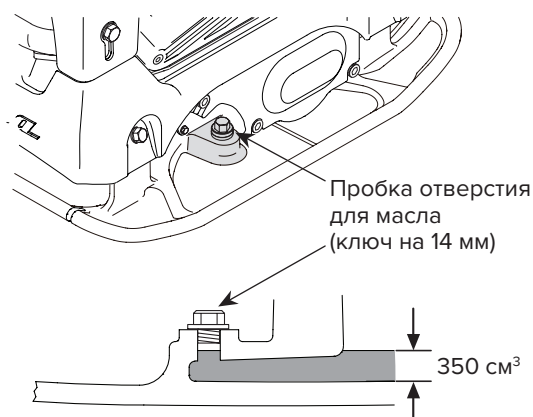

Рис. 4
- Установите оборудование на ровную поверхность, затем извлеките масляный щуп виброплиты. Убедитесь, что залито достаточное количество масла. Используйте моторное масло SAE10W-30. Рекомендуемый объем масла – 350 см3 (рис.4).